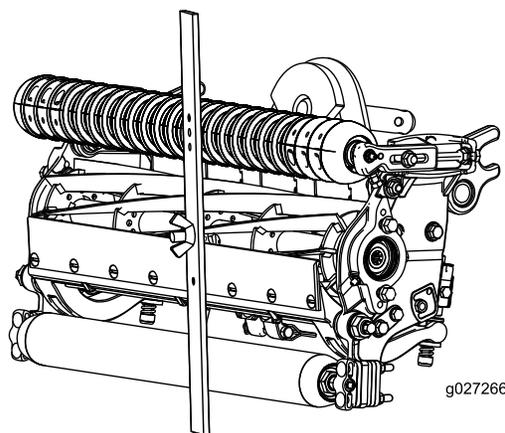

图17
4. 将螺丝头钩在底刀的刀刃上并将调刀尺的后端放到后滚筒上 图17。
5. 旋转调节螺丝直到前滚筒接触到调刀尺 图17。调整滚筒的两端直到整个滚筒与底刀平行。